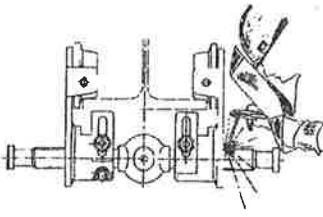

Abb. 4
- Schweissarbeiten am Handfahrwerk sind verboten (Abb. 4).